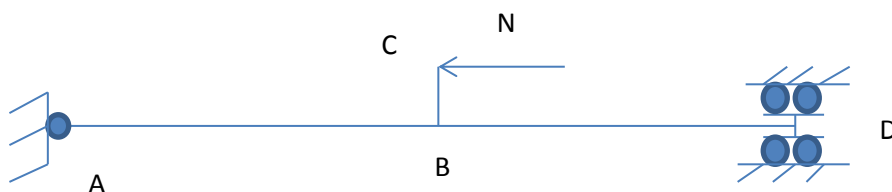

Figure 2 : Schéma de principe du poteau étudié
- 1- Déterminer le degré d'hyperstaticité du poteau présenté sur la figure 2.